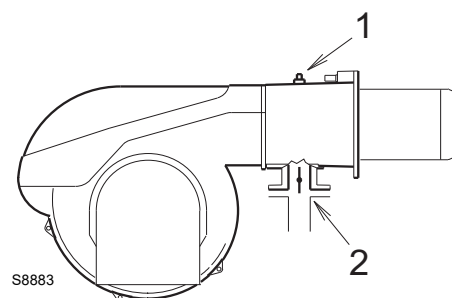

Fig. 22
Presión de gas en la toma 1)(Fig. 22, pág. 21), con:
Pérdida de carga válvula de mariposa del gas 2)(Fig. 22, pág. 21) con abertura máxima: 90°.
- restar a la presión del gas en la toma 1)(Fig. 22, pág. 21) la presión de la cámara de combustión.
Presión de gas en la toma 1)(Fig. 22) = 11,7 mbar
Para conocer la presión del gas necesaria en la toma 1)(Fig. 22), fijada la potencia máxima de modulación a la cual se desea que funcione el quemador:
- Leer a la derecha, columna 1, la presión en la toma 1)(Fig. 22).
presión necesaria para la toma 1)(Fig. 22).